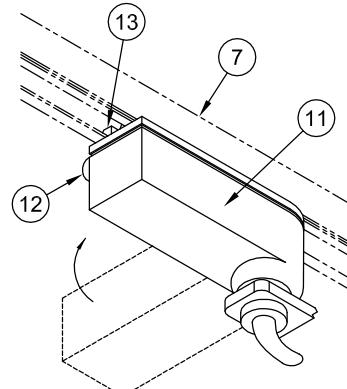

FIGURE 3
- 6.- Press Latch Button (12) up until Latch (13) is firmly engaged in Track. See Figure 3.
6.- Appuyez sur le bouton de sécurité (12) jusqu'à ce que le loquet (13) soit bloqué dans le rail. Voir la Figure 3.